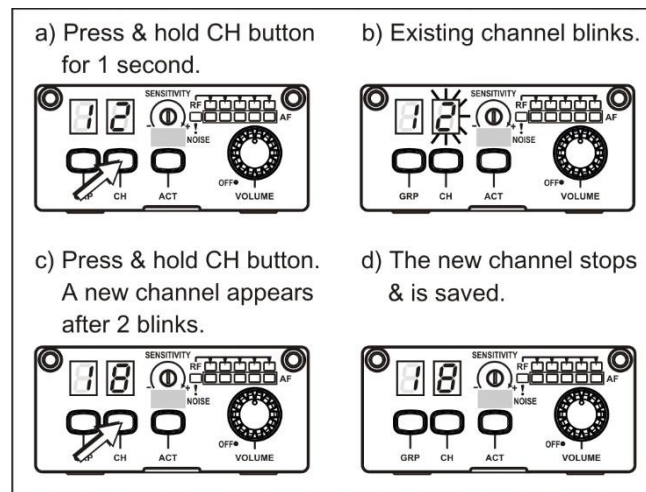

Bild 3
- Drücken Sie die CH-Taste (5) für ca. 1 Sekunde.
- Lassen Sie die CH-Taste los. Die Kanalnummer ist nun eingestellt und gespeichert. Bild 3.